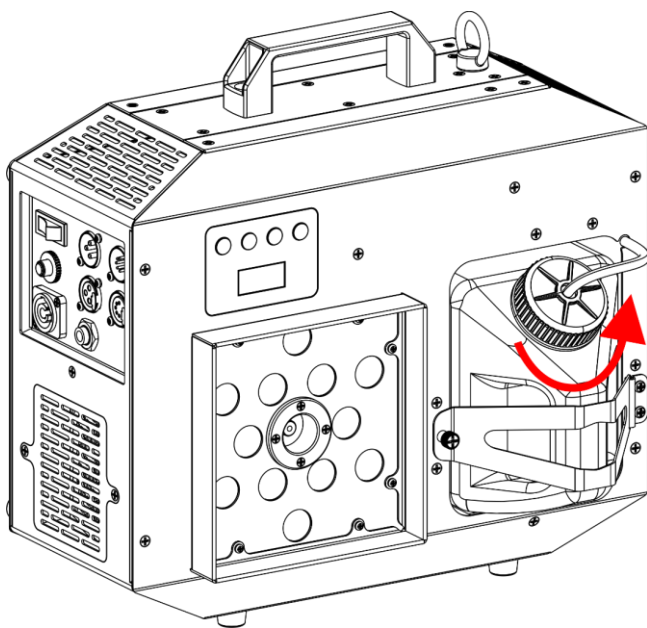

Fig. 06
- 01) Coloque el dispositivo en posición vertical y desenrosque la tapa del depósito de líquido, como se muestra en la Fig. 06.